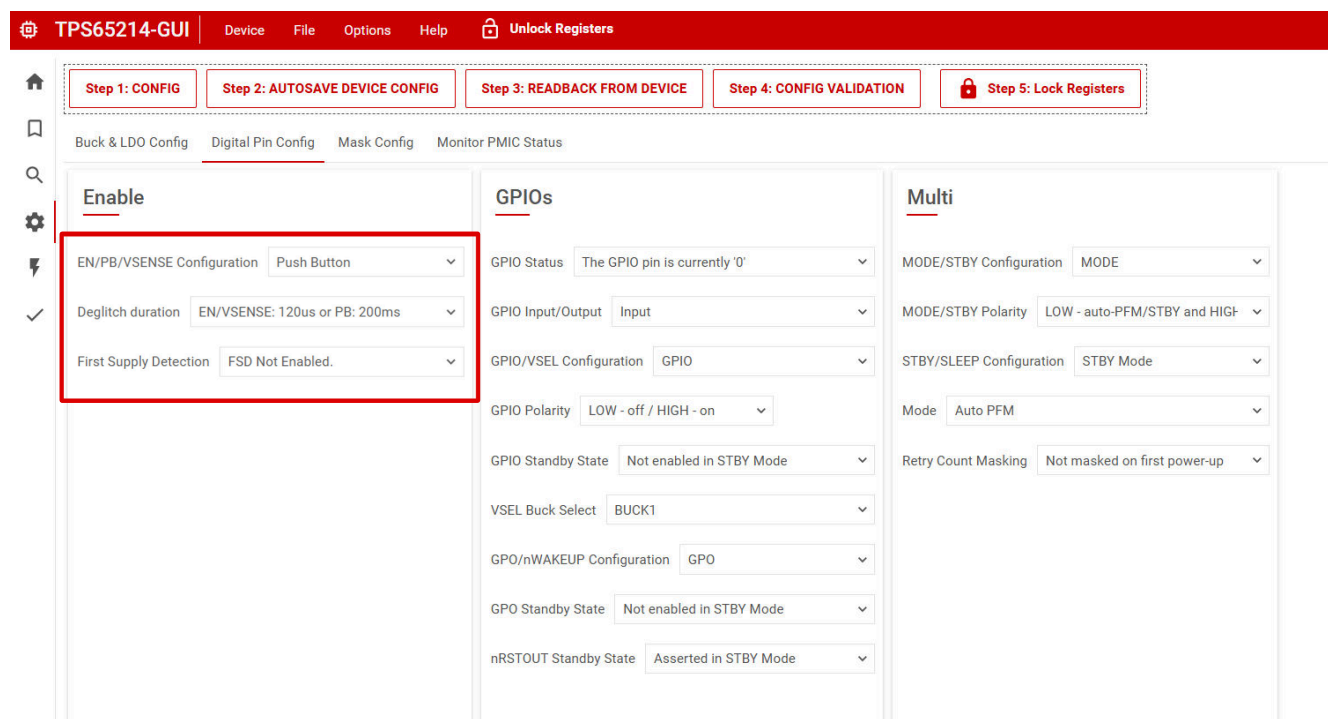

図 5-6. TPS65214-GUI を使用した EN/PB/VSENSE 構成
- 図 5-6 に、TPS65214-GUI の「構成」タブを使用する際に変更する設定を示します。